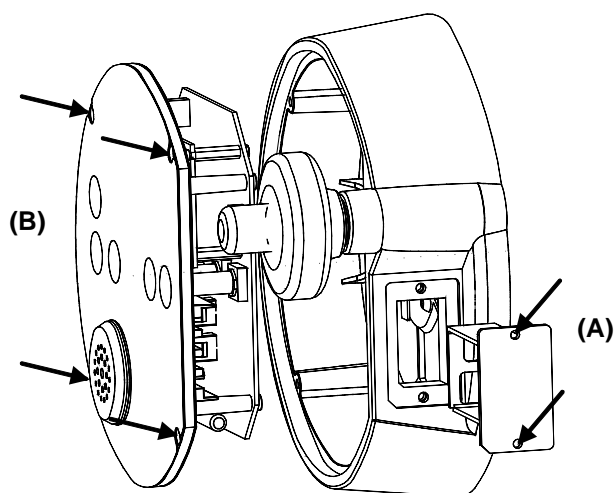

Figure 7-10
- Retirer les 2 vis (A) à l'aide de la clé Allen de 2.5 mm et tirer la porte-pile comme l'indique la Figure 7-10.
- Dévisser avec la clé Allen de 2.5 les 4 vis (B) du module d'affichage / traitement et le retirer du boîtier électronique, comme indiqué sur la Figure 7-10.
- Remettre le module d'affichage / traitement dans le boîtier électronique; serrer les 4 vis (B) de la Figure 7-10.
- Remettre en place le porte-pile et fixer les 2 vis (A) de la Figure 7-10.